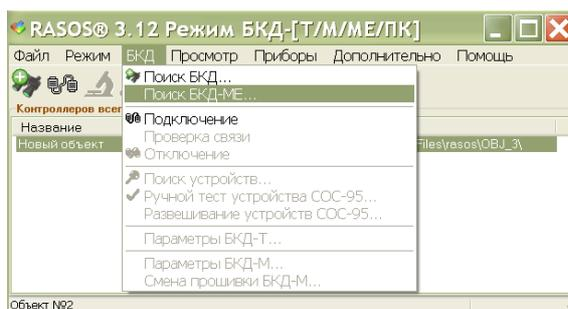

Рисунок 12 - Выбор команды «Поиск БКД-МЕ»
4) В открывшемся окне на вкладке «БКД» выбрать в меню «Поиск БКД-МЕ» (рисунок 12).
2) В открывшемся окне на вкладке «БКД» выбрать в меню «Поиск БКД-МЕ» (рисунок 12).